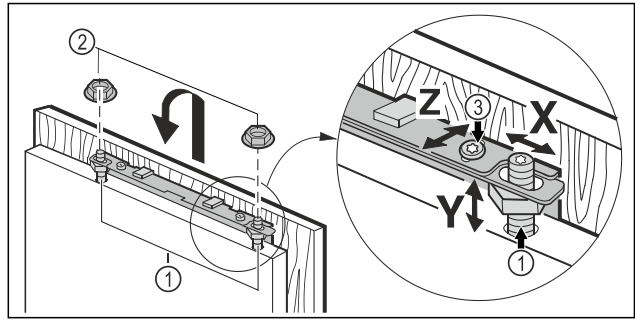

Fig. 46
- Hæng møbeldøren op på justeringsboltene Fig. 46 (1), og skru kontramøtrikkerne Fig. 46 (2) løst på justeringsboltene.
- Indjuster møbeldøren i højden Y og i sidehældningen: Indstil justeringsboltene Fig. 46 (1) med en skrue-trækker.
- Spænd kontramøtrikkerne Fig. 46 (3).